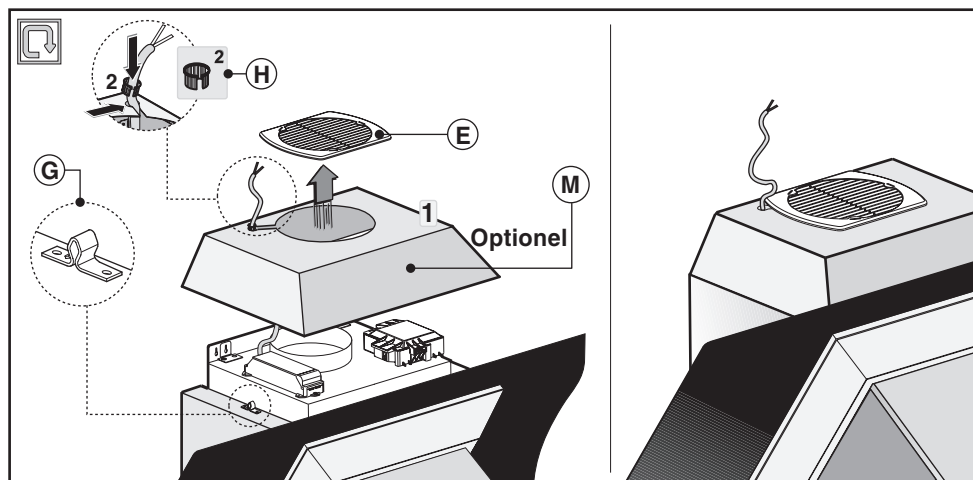

Fig.8
- Fixer la coupole **M** et la grille **E** en faisant attention qu'elles s'accrochent parfaitement aux pivots de fixation **G** (Fig.8).